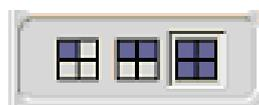

Рисунок 8.1. Панель управления размером активного окна индикации.
8.1 Панель управления размером активного окна индикации (рисунок 8.1) служит для управления размером активного окна и количеством окон индикации. Размер активного окна индикации может быть выбран  $\frac{1}{4}$ ,  $\frac{1}{2}$  или полноразмерным. Если размер активного окна изменяется в сторону увеличения, то оно скрывает другие окна индикации. Если размер активного окна изменяется в сторону уменьшения, то открываются другие окна индикации.